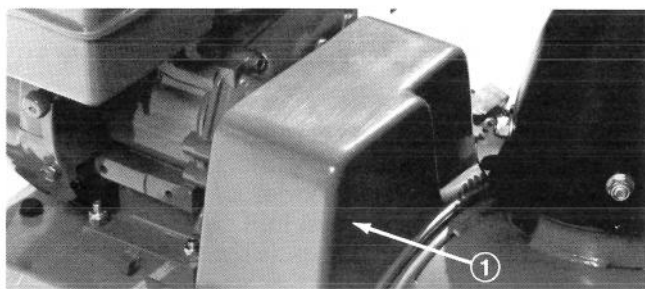

Figure 28
2. Enlevez les deux vis taraudeuses qui retiennent la garde de courroie et déposez la garde (Fig. 28).
2. Enlevez les deux vis taraudeuses qui retiennent la garde de la courroie et déposez la garde (Fig. 28).